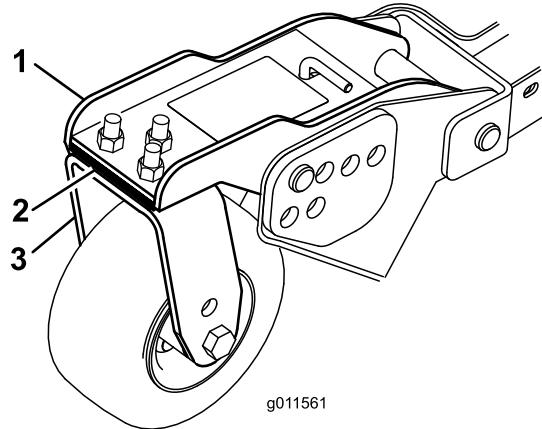

Bild 124
1. Entfernen Sie die Kopfschrauben und Muttern, mit denen der Laufradarm an der Laufragabel befestigt ist (Bild 124).